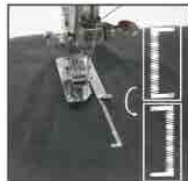

Fig.20
- (5) Heben Sie den Nähfuß an und drehen Sie das Tuch um 180 ° (Abb. 20).